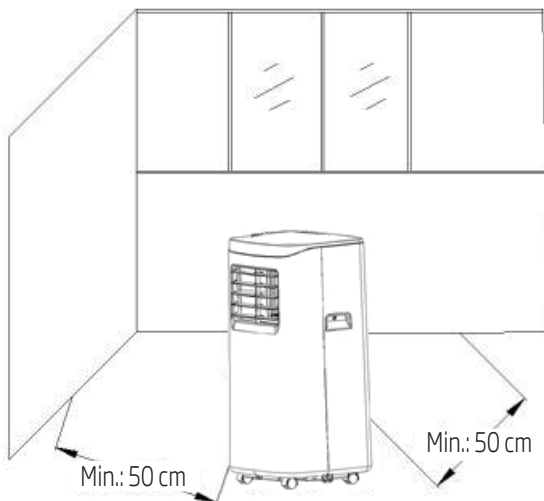

Abb. 4
- 1) Stellen Sie das Gerät mit installierter Wärmeableitung und Armaturen vor das Fenster, wobei der Abstand zwischen dem Gerät und Wänden oder anderen Gegenständen mindestens 50 cm betragen muss (wie in Abb. 4 dargestellt).